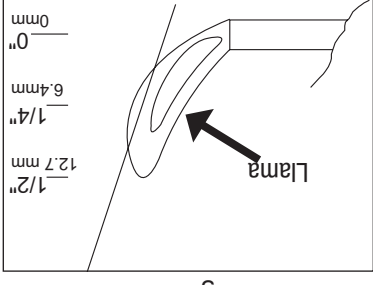

Figura 7
- Después de encender el quemador observe su llama y asegúrese de que todos los orificios estén encendidos y que la altura de la llama corresponda a la del diagrama (vea Figura 7).